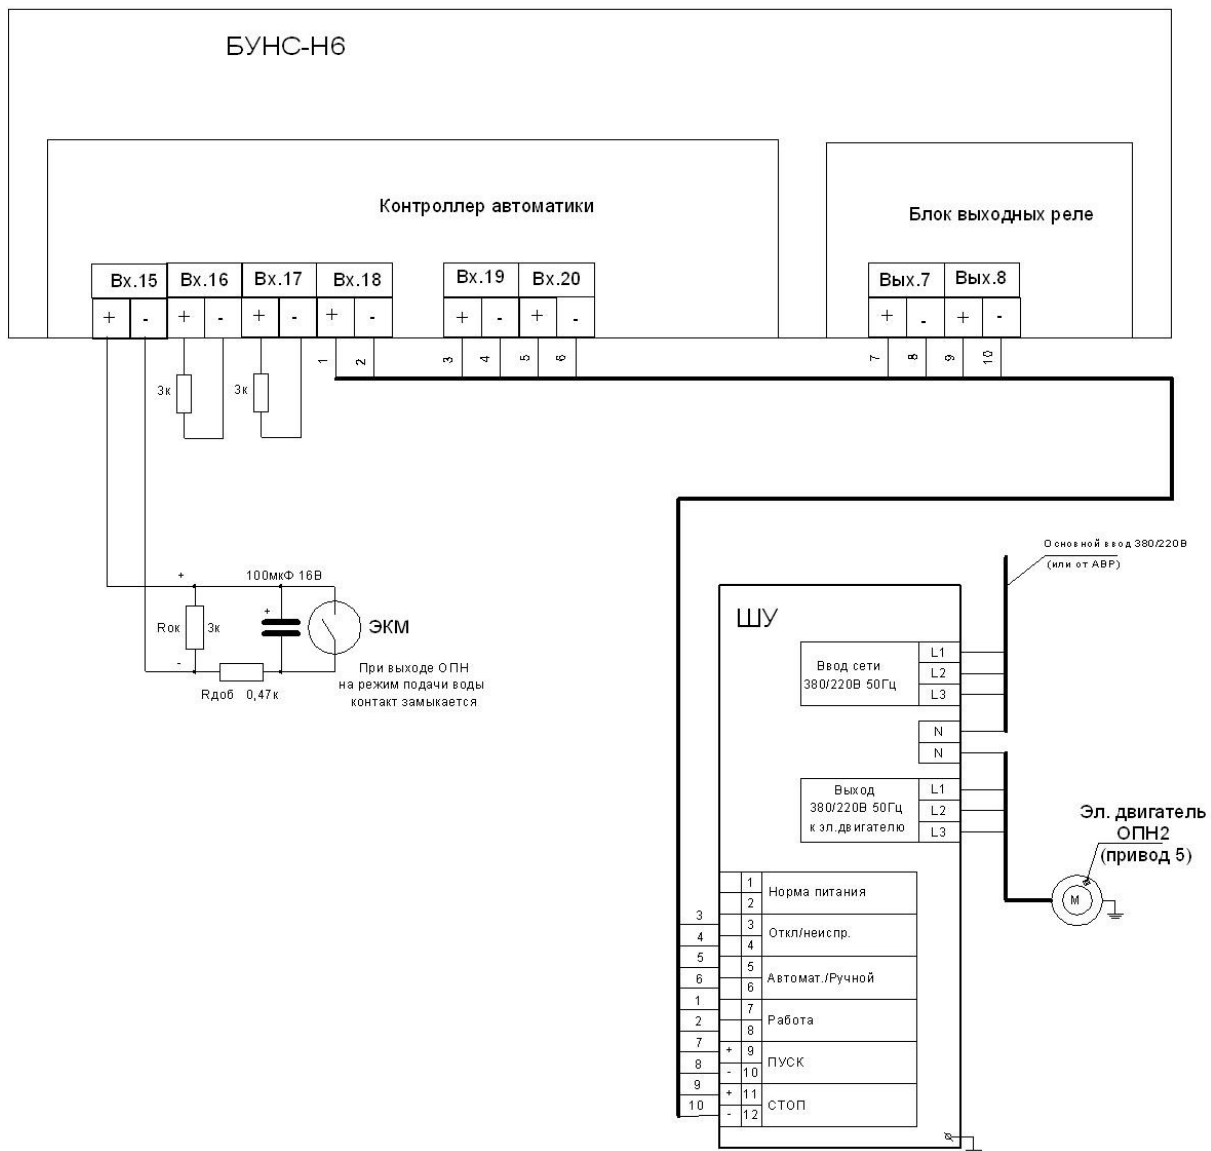

Рисунок 5.20
- рисунок 5.20 – основного пожарного насоса №3 (ОПН3) – привод 4.